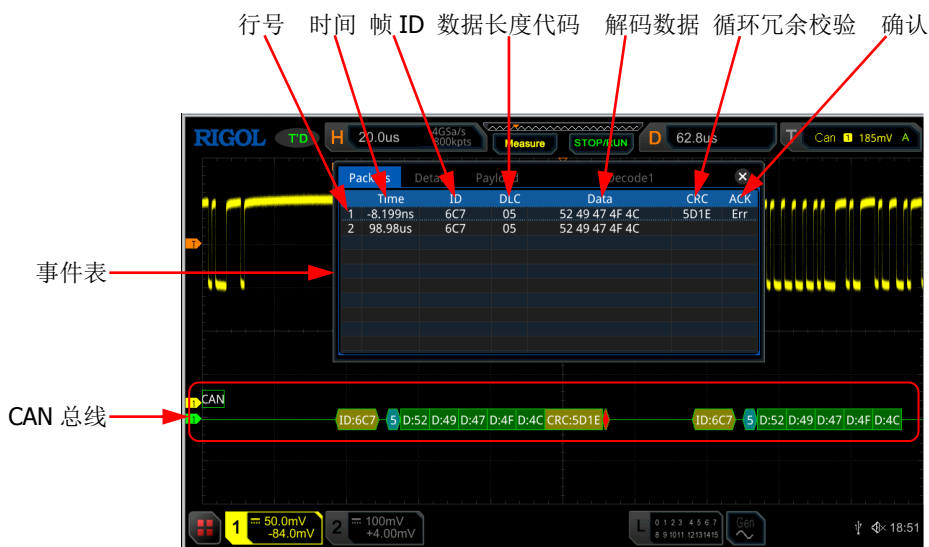

图 11-11 CAN 解码事件表
- 打开或关闭事件表：连续按 **事件表** 键，打开或关闭事件表显示。打开事件表，屏幕弹出如图 11-11 所示的事件表。您也可以使用触摸屏功能触摸事件表右上方的图标  关闭事件表功能。另外，当运行状态为“STOP”时，您还可以旋转多功能旋钮  选择指定行并查看相应的解码信息。